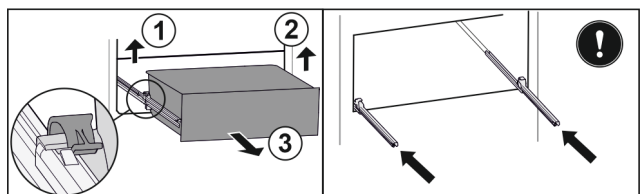

Fig. 152
- Soulever la bride gauche et tirer dans le même temps la partie gauche du tiroir vers l'avant. Fig. 152 (1)
- Soulever la bride droite et tirer dans le même temps la partie droite du tiroir vers l'avant. Fig. 152 (2)
- Retirer le tiroir par l'avant. Fig. 152 (3)